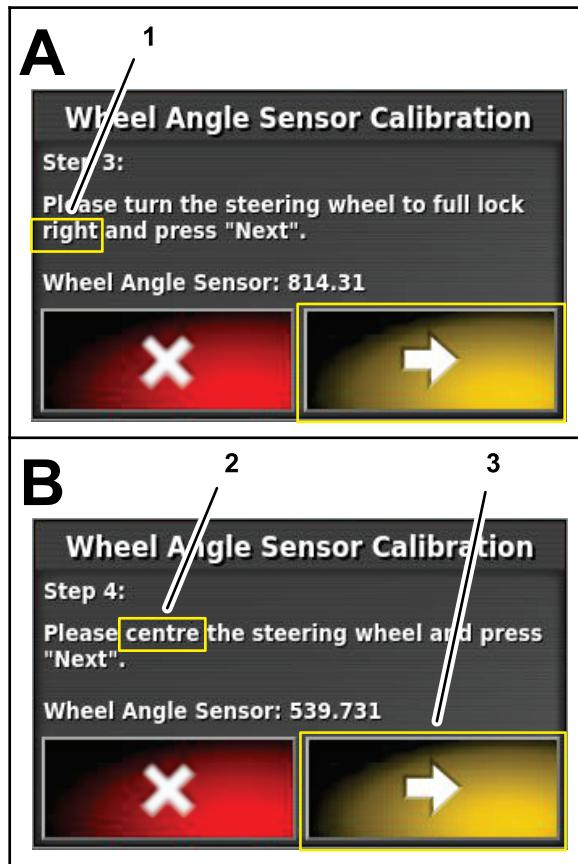

Figura 164
7. No Passo 3 (Step 3), vire totalmente o volante para a direita, pare e prima o ícone para avançar para o passo seguinte (Figura 164).
8. No Passo 4 (Step 4), vire o volante até os pneus ficarem alinhados em linha reta para a frente, e prima o ícone para avançar para o passo seguinte (Figura 164).